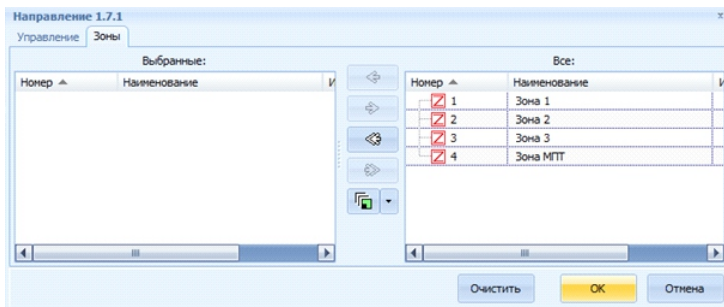

Рисунок 8
7.2 Для настройки индикатора «Пожар» следует выбрать зоны, которые приписываются к направлению (рисунок 8).